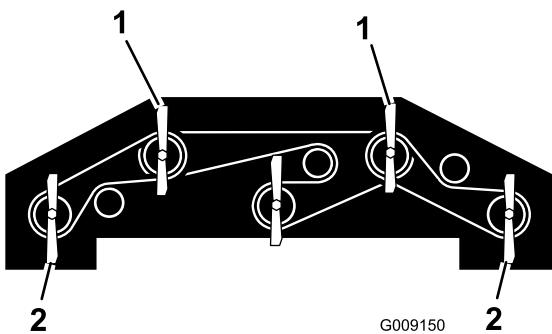

Figure 90
- Tournez les 2 lames avant extérieures et les lames des ailettes pour les pointer vers l'avant (Figure 90).